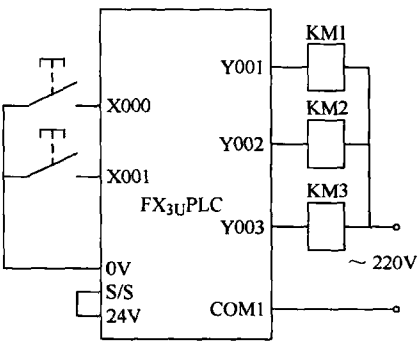

图 2-50 三台电动机的控制接线图
(1) 控制要求 按起动按钮，电动机 M1 立即起动；M1 运行 5s 后，电动机 M2 起动(M1 保持运行状态)；M2 运行 5s 后，电动机 M3 起动(M1、M2 保持运行状态)；起动过程中、起动完毕按停止按钮，电动机 M1、M2、M3 立即停止。
(2) I/O 分配和 I/O 接线图 X000：停止按钮；X001：起动按钮；Y001：电动机 M1 接触器 KM1；Y002：电动机 M2 接触器 KM2；Y003：电动机 M3 接触器 KM3。接线图如图 2-50 所示。
(1) 控制要求：按起动按钮，电动机 M1、M2 起动，5s 后 M2 停止，电动机 M3 起动，按停止按钮电动机全部停止。
(2) I/O 分配和 I/O 接线图 X000：停止按钮；X001：起动按钮；Y001：电动机 M1 接触器 KM1；Y002：电动机 M2 接触器 KM2；Y003：电动机 M3 接触器 KM3。接线图与图 2-50 相同。
(1) 控制要求 按起动按钮电动机 M1、M2 运行,3s 后切换为电动机 M2、M3 运行,再过 3s 后切换为电动机 M1、M3 运行,再过 3s 后电动机 M1、M2、M3 同时运行,起动过程中和起动完毕后,按停止按钮,电动机立即停止。
(2) I/O 分配和 I/O 接线图 X000: 起动按钮; X001: 停止按钮; Y001: 电动机 M1 接触器 KM1; Y002: 电动机 M2 接触器 KM2; Y003: 电动机 M3 接触器 KM3。接线图如图 2-50 所示。